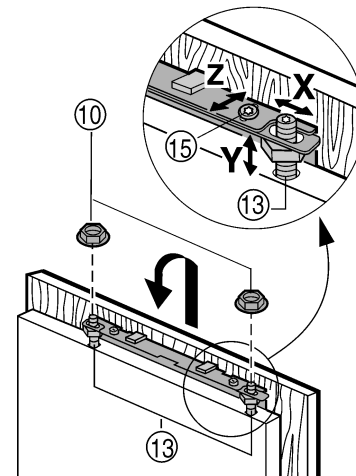

Fig. 20
- ▶ Ajuster la porte du placard à hauteur de Y et en l'inclinant sur le côté : régler les boulons d'ajustement Fig. 20 (13) à l'aide d'un tournevis.
- ▶ Serrer les contre-écrous Fig. 20 (10).